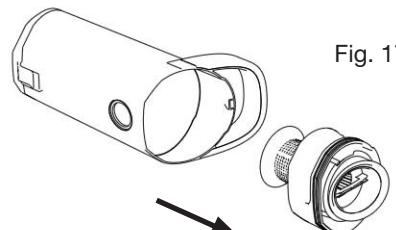

Fig. 17
2. Verwijder het filterblok (Fig. 17).